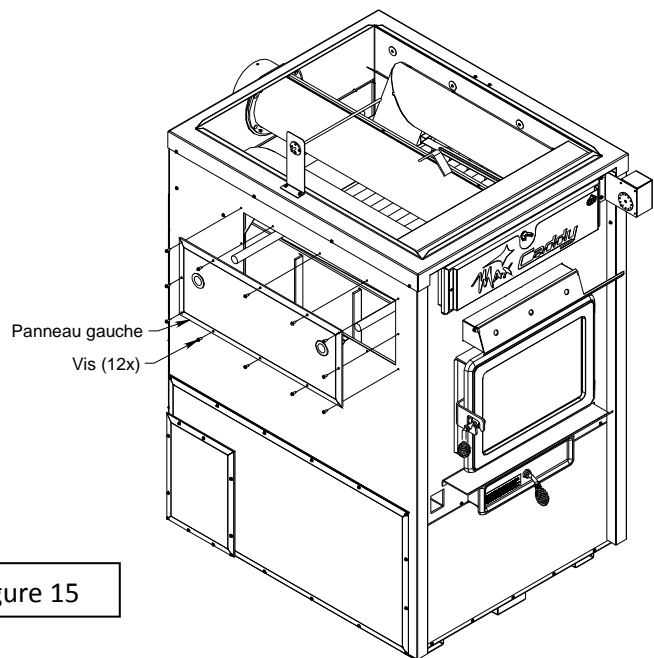

Figure 15
Étape 5: Insérez puis glissez les tubes dans les œillets du panneau. Fixez le panneau à l'aide des vis que vous aviez conservées à l'étape 2. (Figure 15)